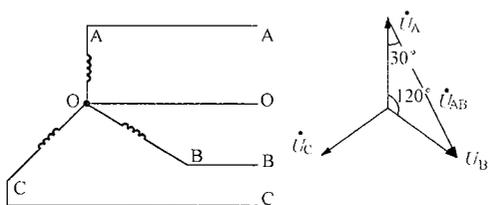

图 E-69
**Lc3E3049** 如图 E-69 所示，试用相量图证明 380/220V 三相对称电源系统线电压是相电压的  $\sqrt{3}$  倍。